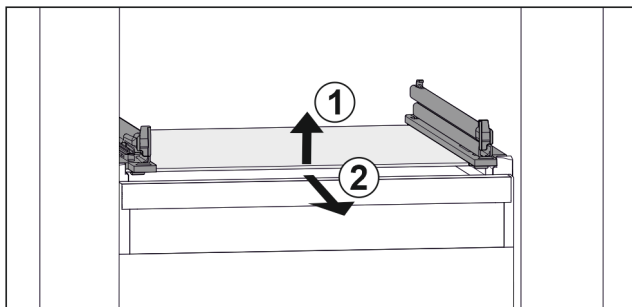

Fig. 97 Simbolična slika steklene plošče
- ▶ Stekleno ploščo dvignite v smeri naprej. Fig. 97 (1)
- ▶ Stekleno ploščo odstranite v smeri naprej. Fig. 97 (2)